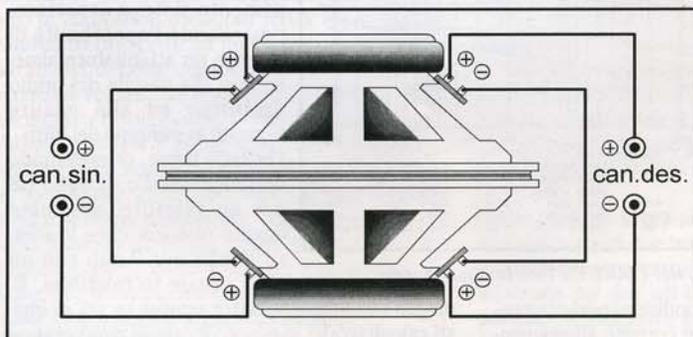

Fig. 3 - Lo schema di collegamento utilizzato per serializzare le bobine dei due altoparlanti.
una membrana formata in realtà da due coni con interposta una certa quantità d'aria, come è nel caso del push-pull, avrebbe potuto costituire una protezione in più dalle eventuali rotture. Rimaneva il problema del pilotaggio asimmetrico, cioè del caso in cui fosse stato presente un segnale di grande ampiezza solo su un canale ed avessimo serializzato (sempre per ogni canale) le due bobine di ciascun altoparlante. Per quanto i segnali a bassa frequenza siano in genere incisi con una separazione piuttosto contenuta (1), in situazioni estreme si sarebbe potuto avere, a causa delle pressioni in gioco, uno spostamento non contemporaneo delle due membrane e l'insorgenza di distorsioni. Abbiamo pensato così di mettere in serie tra loro a due a due le bobine di un altoparlante con quelle dell'altro (Fig. 3). In questo modo, con qualsiasi tipo di segnale, l'equipaggio mobile sarebbe stato eccitato da